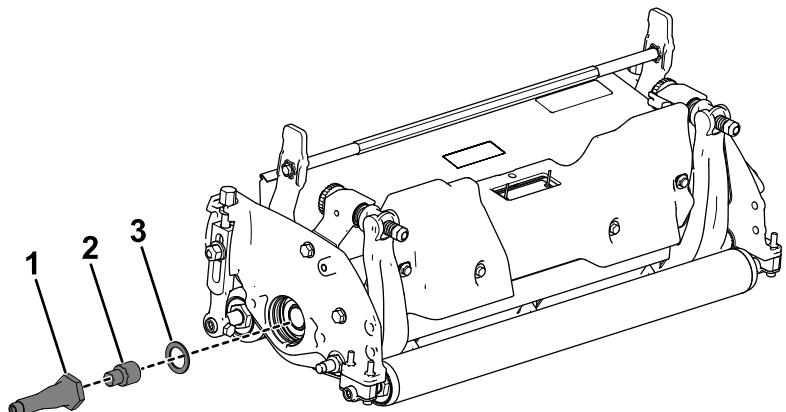

図 11
- ワッシャーとアダプターセンブリをリールに取り付け、115129 N·m (12.413.9kgm)でトルク締めする。図 11を参照方。